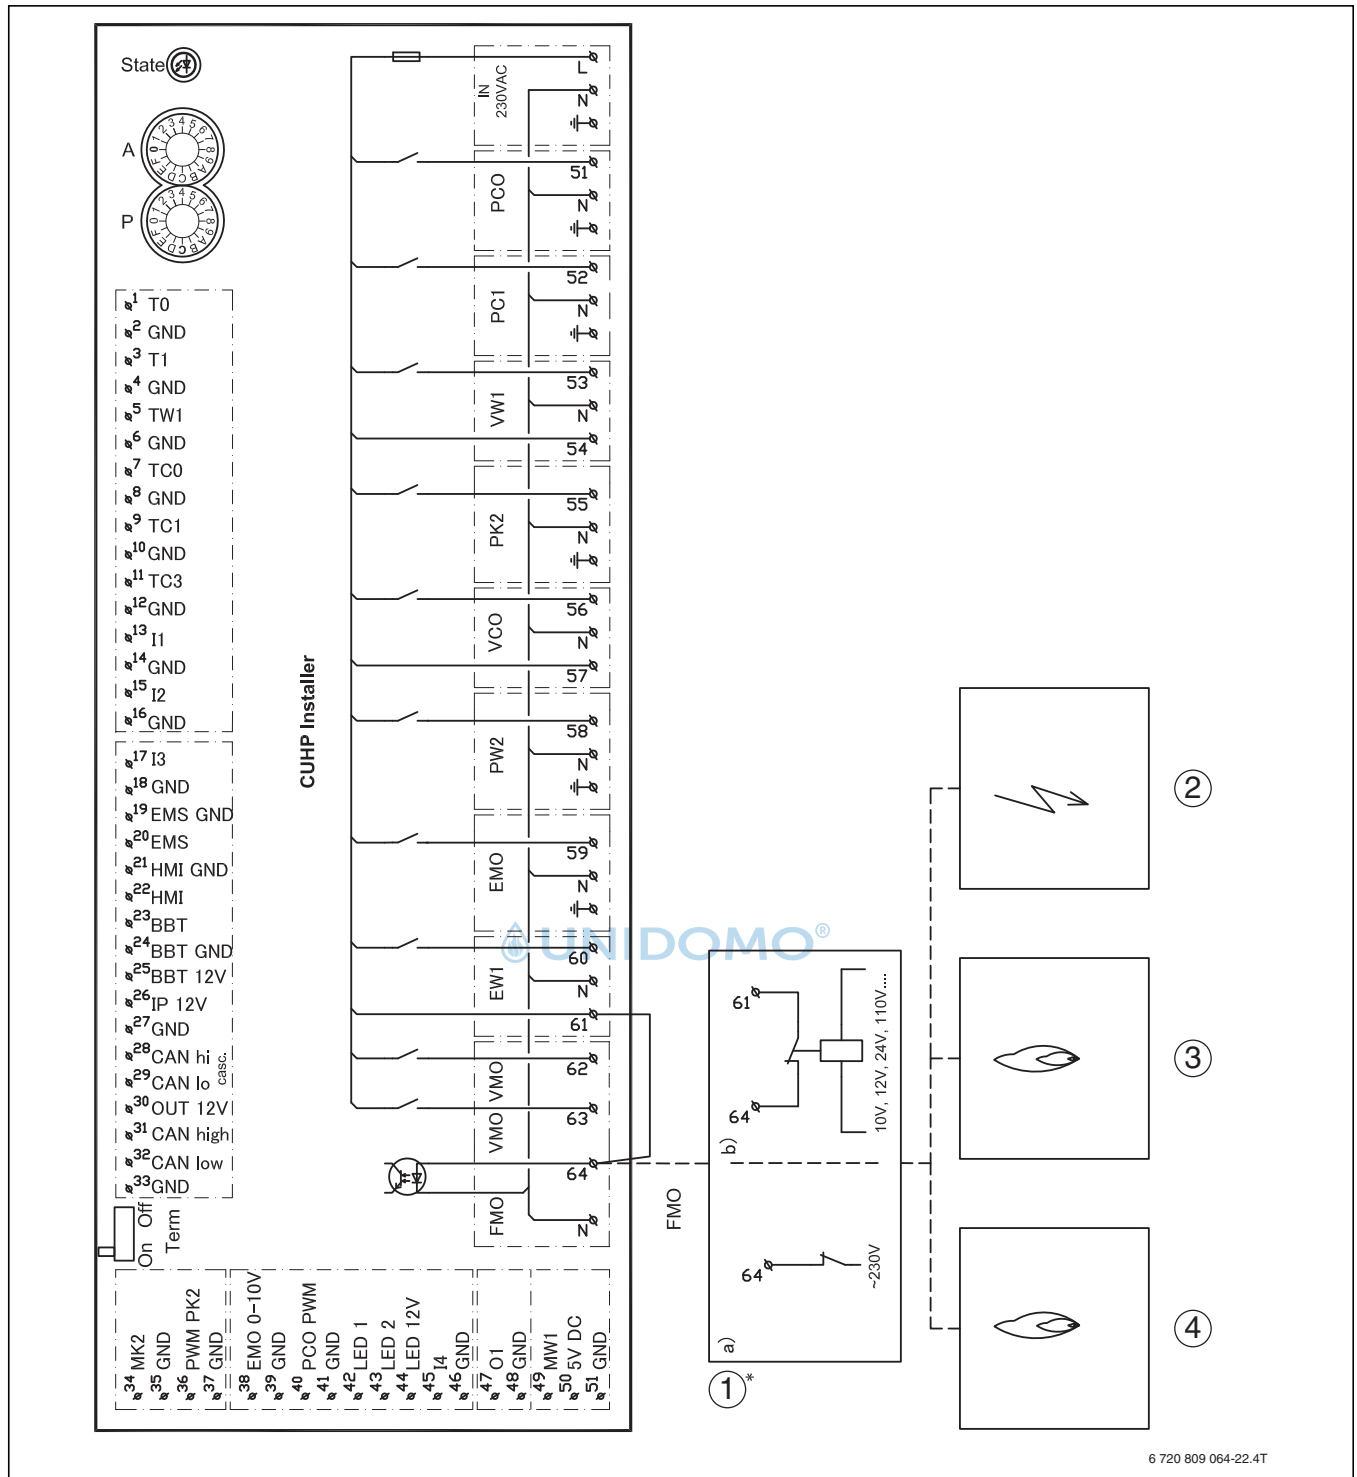

Bild 26 Schaltplan Installationsmodul, Alarm des Heizkessels
Bei Heizkesseln das Alarmsignal (falls vorhanden) am Installationsmodul des Inneneinheits an Klemme FMO anschließen (Schaltplan → Abb. 26).
Wenn am Heizkessel kein 230-V-Alarmausgang vorhanden ist, FMO gemäß Alternative [1b] anschließen (Schaltplan → Abb. 26).
- [**] Siehe Abb. 26